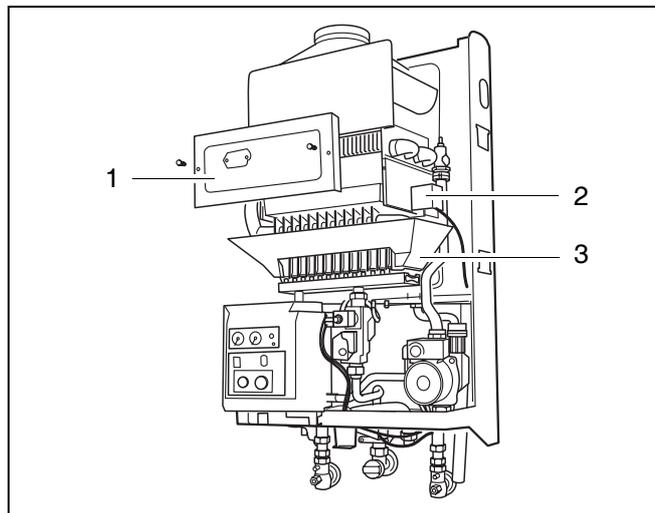

Fig. 38 Togliere la copertura del bruciatore
- Togliere la copertura del bruciatore (fig. 38, pos. 1).
- Togliere la piastra (fig. 38, pos. 3) radiante.
- Togliere il coperchio (fig. 38, pos. 2) al disopra degli elettrodi d'accensione e ionizzazione